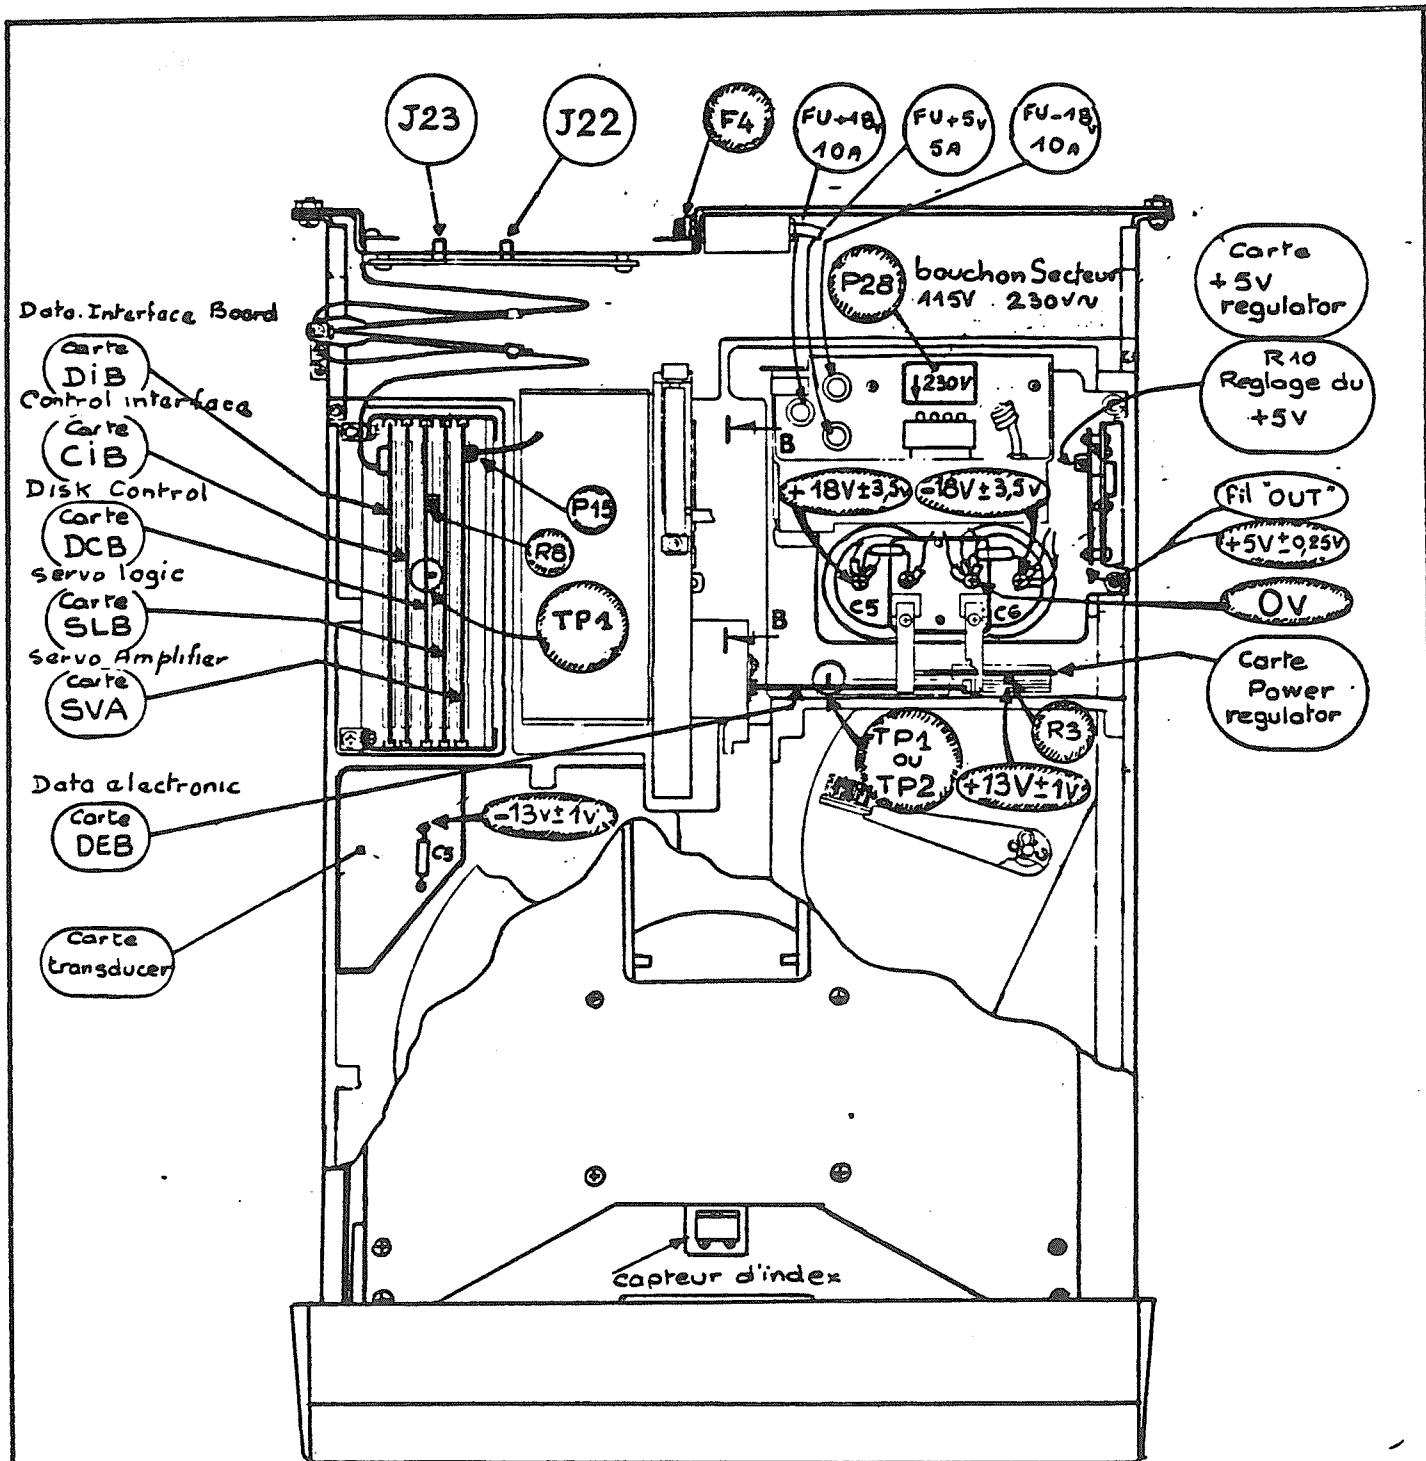

Fig 8
- S'assurer que le bouchon secteur P2B (fig 8) correspond à la tension utilisée (étiquette 230V ou 120V sur le bouchon VOIR tableau au chapitre V)
- ne pas brancher ou débrancher le câble coupleur (ou de chaînage) (J22 circuit imprimé du Bandeau AR fig 8)
- Vérifier que la carte "Terminator" est bien en fichée en J23 (Circuit imprimé bandeau AR fig 8)
⊕ sur unités n° < 2800 et dont la carte DCB (Fig 8) est une "Assy" 304 018, "LOAD" s'allume instantanément
- mesurer +18 et -18V ($\pm 3,5V$) non régulés (Voir Fig 8)
- mesurer +13V $\pm 1V$ sur la patte supérieure de R3 carte "Power Regulator" (Fig 8)
- mesurer -13V $\pm 1V$ sur patte C5 carte "Transducer" (Fig 8)
- mesurer +5V $\pm 0,25V$ sur fil sortie "OUT" et réglage par potentiomètre R10 (Carte +5V regulator) Fig 8
- sortir les cartes DiB, CiB, DCB, SLB, et SVA (fig 8) et les réenficher (affranchissement de faux contacts suite à Transport)
- enlever la prise Mollex P15 de la carte SVA (fig 8)
ATTENTION : dans ce cas précis, P15 de la SVA, étant enlevée, "READY" (fig 7) ne s'allumera pas; attendre la fin de cycle de balayage (balais (fig 8) très visibles) avant de faire l'opération suivante.
- Réenficher P15 de la Carte SVA (fig 8) et vérifier les contacts de cette prise.
- Connecter J22 (fig 8) avec le câble coupleur (si extension, déconnecter l'unité de base et connecter l'unité extension). Vérifier J23 "Terminator" présent.
CANAL A { Sonde sur TP1 au milieu et en haut carte DCB (fig 8)
Sonde sur TP Carte DEB (fig 8)